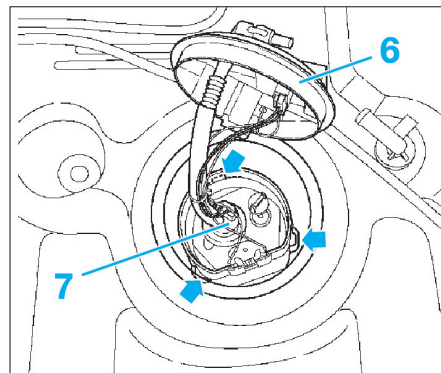

FIG. 25
- Ouvrir le bouchon (6) de l'orifice d'entretien (Fig.25).
- Déposer le module jauge/pompe à carburant (7) en pressant les verrouillages (flèches).